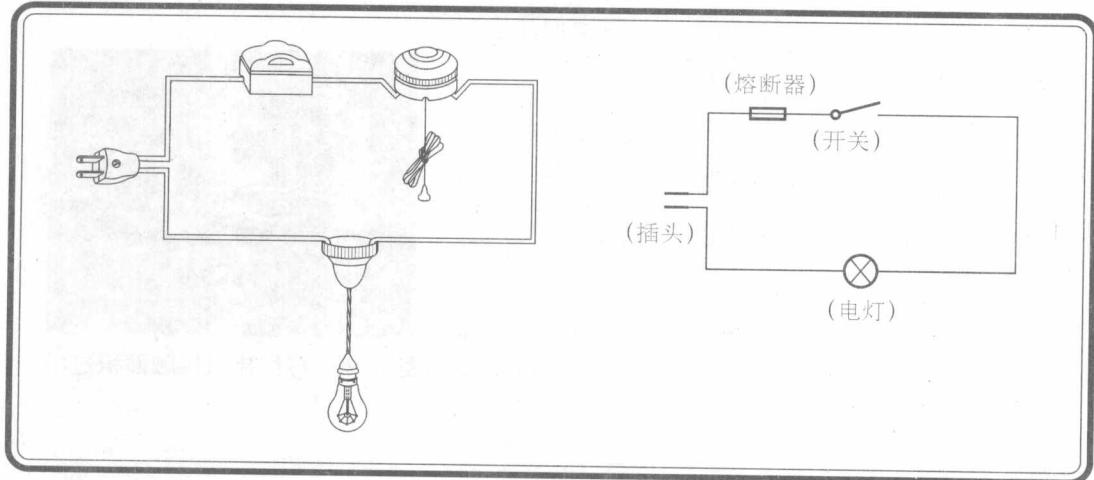

图1.16 白炽灯电路
(1) 观察家庭照明电路的基本结构，注意有哪些主要元件，它们之间是怎样连接在一起的？
(2) 观察学校教室照明电路的基本组成和布线方法。
(3) 如果让你去安装一住户的照明电路，你将怎样去设计？
(4) 认识白炽灯电路。白炽灯电路是由灯座、灯泡、开关、熔断器和电线等组成。图1.16中左图是白炽灯电路的实物连接图，右图是其电路图。可以看出，实物图具体直观，容易理解，但画起来十分麻烦，而且元器件内部的接线